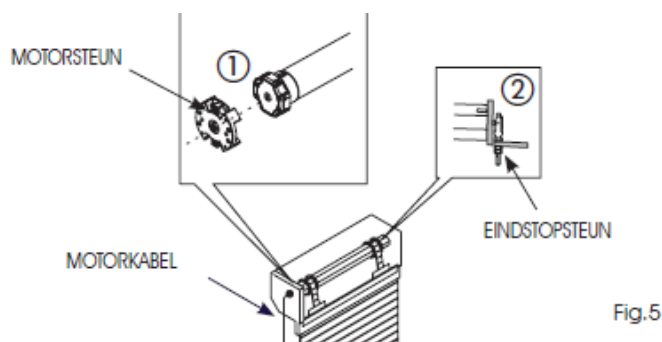

Fig.5
5. Duw de motorkop met een lichte druk in de motorsteun (Fig.5 ref.1), zodat de afstelschroeven van de eindschakelaar te bereiken zijn.